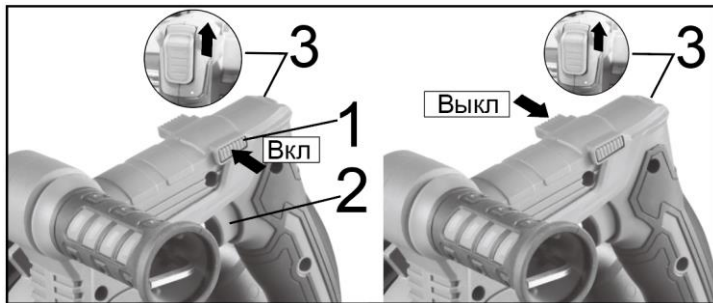

Рис.4
Чтобы выключить инструмент, просто отпустите курок выключателя (3). (Рис. 4)